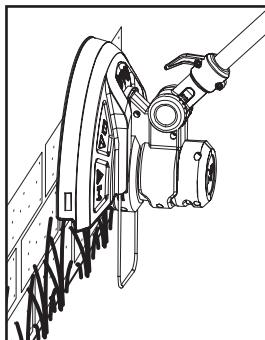

Fig. 18
1. Asegúrese de retirar el protector de cuchilla (11d) y el protector de plantas (13) antes del funcionamiento.
2. Ajuste el ángulo de la empuñadura principal (1) a 90° o 180° para el bordeado (Fig. 18).